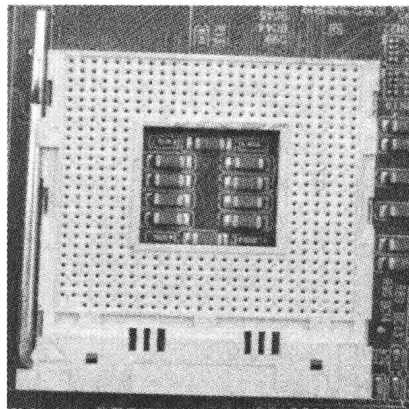

图 1-4 Socket478 接口
(3) Socket478 接口是 Pentium IV 系列处理器所采用的接口类型, 针脚数为 478, 如图 1-4 所示。Socket478 支持 32 位 Pentium IV 和 Celeron IV 系列 CPU。